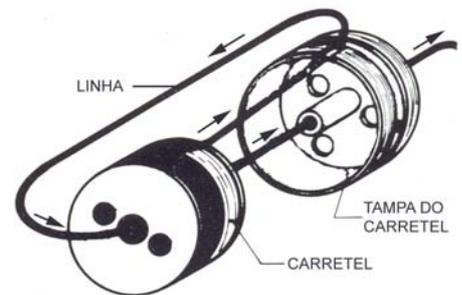

Figura 6
- ✓ Pegue a ponta da linha que sai do carretel e introduza no furo lateral da tampa do carretel de dentro para fora (figura 6);